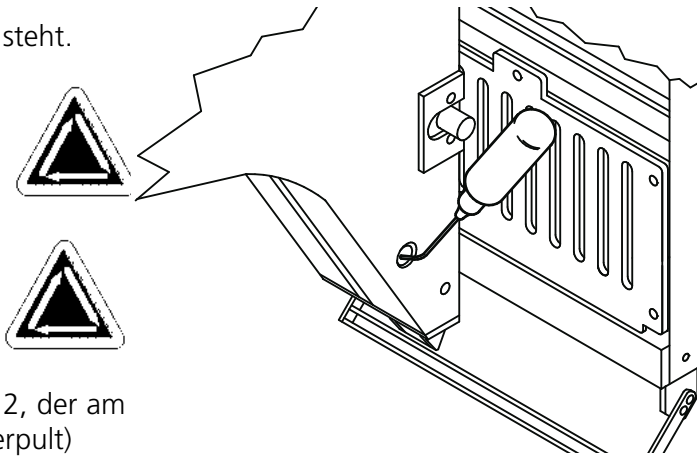

Abbildung 5-6
3. Am linken Ende der Maschine (Kopf #12, der am weitesten entfernte Punkt vom Bedienerpult) schauen sie mit Hilfe einer Taschenlampe durch das rot markierte Loch und prüfen, daß das untere Schmierungsloch richtig angebracht ist (siehe Abb. 5-6).